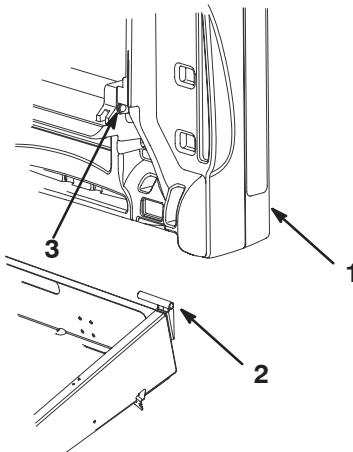

Bild 8
3. Schieben Sie das Befestigungloch der Pritsche über die Schwenkhalterung (Bild 8).